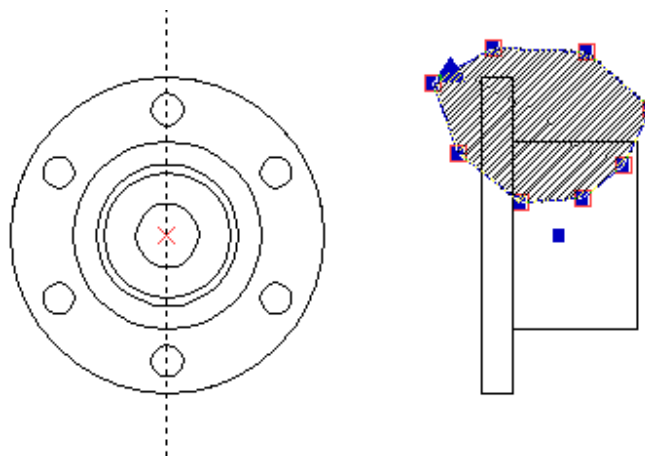

Рисунок 7.8 – Выделение контура штриховки
4. Подвести курсор к штриховке и нажать  (рисунок 7.8).